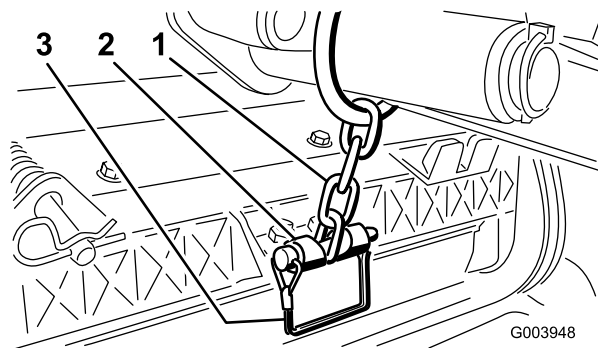

Bild 19
14. Befestigen Sie die Hubarmkette mit dem Einraststift an der Kettenhalterung (Bild 19).